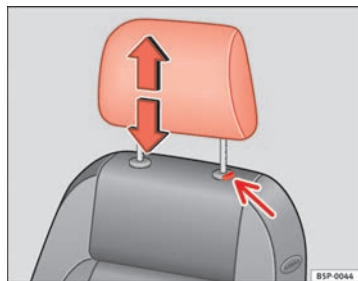

Fig. 69 Ajuste o desmontaje del apoyacabezas
- Pulse la tecla ⇒ fig. 69 (flecha).